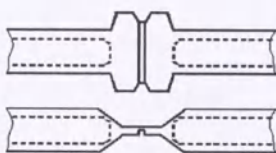

Рис. 6 - Вид запаянного шва
10.4. После погасания на ВЗГ индикатора подачи ВЧ электромагнитного поля через 0,5–1 с отпустите рычаг ВЗГ, извлеките магистраль из рабочей зоны и проконтролируйте качество запаянного шва на соответствие Рис. 6